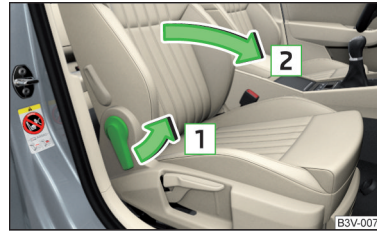

Abb. 89
- › Zum **Vorklappen** den Hebel in Pfeilrichtung **1** ziehen und die Sitzlehne in Pfeilrichtung **2** vorklappen » Abb. 89. Die Verriegelung muss hörbar einrasten.